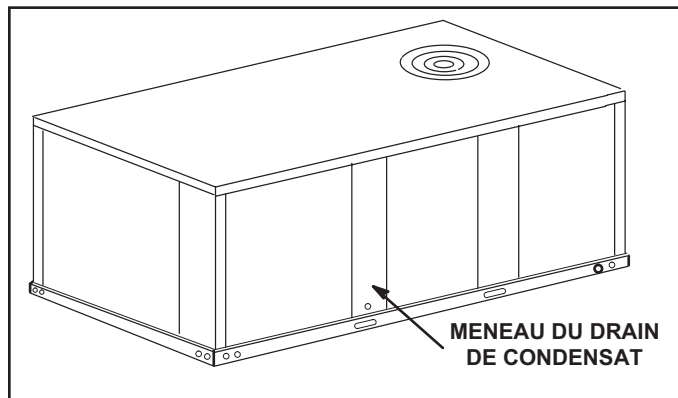

FIGURE 8
- 1 - Retirer le meneau de drainage du condensat. Voir FIGURE 8. Retirer les deux panneaux de chaque côté du meneau.
- 1 - Retirer le meneau de drainage du condensat. Voir FIGURE 8.